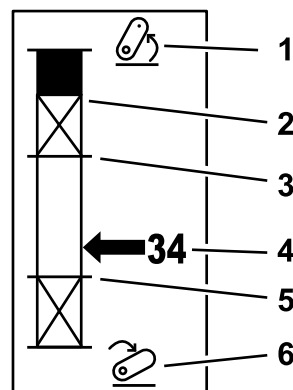

Figura 22
2. Arranque la máquina Outcross y navegue por pantallas de estado para mostrar la altura del enganche de 3 puntos (Figura 22).
3. Mueva el enganche de 3 puntos hacia arriba y hacia abajo, y anote el número de la posición actual del enganche en las posiciones de transporte, de giro, y en las posiciones de trabajo máxima y mínima (Figura 22).
Se trata de la altura máxima de elevación de un accesorio acoplado al enganche de 3 puntos. Ajuste esta posición elevando el accesorio a la altura máxima permitida o al ángulo máximo permitido del árbol de TDF sin engranar, el que ocurra primero. Anote la posición de altura de la pantalla de estado e introduzca el valor en el cuadro del parámetro de la pantalla del InfoCenter (Figura 22).
Este parámetro sólo es necesario para accesorios acoplados al enganche de 3 puntos y accionados con la leva. Se trata de la posición automática del enganche de 3 puntos cuando el accesorio está en un giro o cuando se está elevando para evitar un obstáculo. Ajuste este punto elevando el accesorio acoplado al enganche de 3 puntos y confirme que el accesorio elevado no daña las depresiones naturales del césped. Anote la posición de altura de la pantalla de estado e introduzca el valor en el cuadro del parámetro de la pantalla del InfoCenter (Figura 22).
Eleve el accesorio al punto más alto permitido y anote la posición de altura de la pantalla de estado; introduzca el valor en el cuadro del parámetro de la pantalla del InfoCenter (Figura 22).
Baje el accesorio al punto más bajo permitido y anote la posición de altura de la pantalla de estado; introduzca el valor en el cuadro del parámetro de la pantalla del InfoCenter (Figura 22).